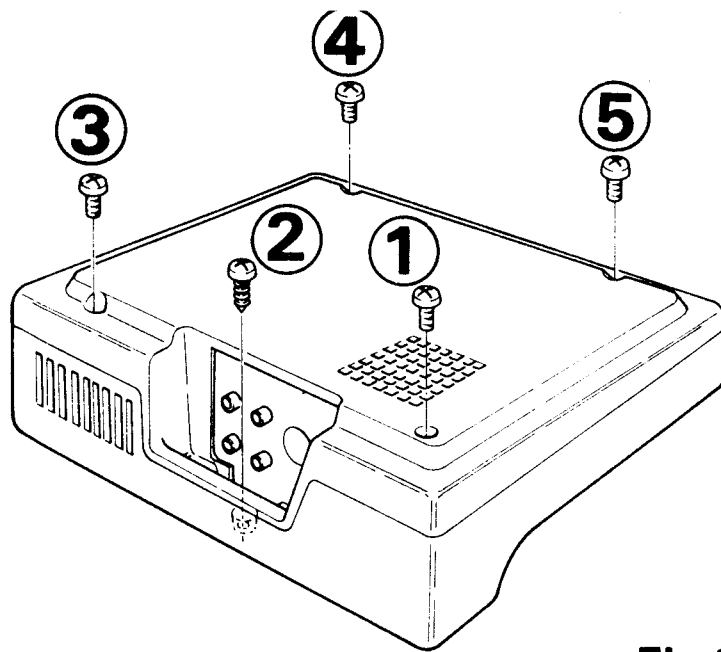

Fig.1
(Siehe auch Fig. 1 und 2)
5 Schrauben (1) bis (5) entfernen (Fig. 1)